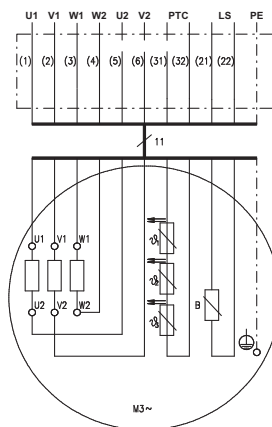

Рис. 28 Три датчика PTC
- Стандартные образователи потока имеют три встроенных датчика РТС согласно стандарту DIN44081. См. рис. 28.
См. схему электрических соединений на рис. 28, раздел 5.5 *Схемы электрических соединений для SMG и SFG*.